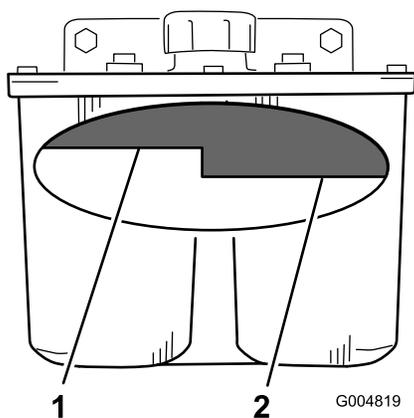

Figure 86
3. Nettoyez la surface autour du goulot de remplissage du réservoir hydraulique (Figure 86).
4. Enlevez le bouchon du goulot de remplissage et vérifiez qu'il ne reste plus de liquide dans le réservoir en regardant à l'intérieur (Figure 86).
**Remarque:** Lorsque l'huile est chaude, le niveau de liquide doit atteindre le haut du repère « à chaud » sur le déflecteur (Figure 86).